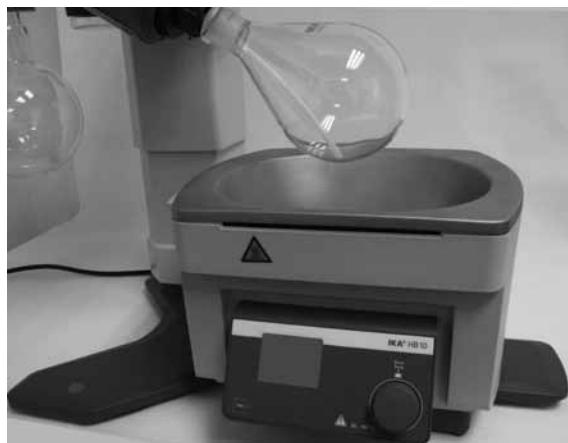

Fig. 22
- 가열 옥조를 회전 드라이브의 스탠드에 놓고 왼쪽 위치로 밀어 넣습니다. (Fig. 22)